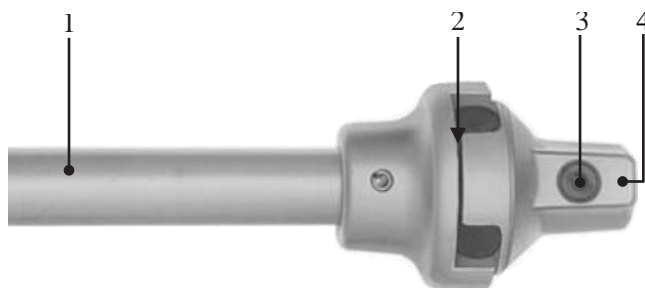

Рисунок 1.7
1.8.2.5 Между рабочим колесом вентилятора и полумуфтой топливного насоса устанавливается промежуточный вал через эластичные упругие элементы (звездочки) (рисунок 1.7).